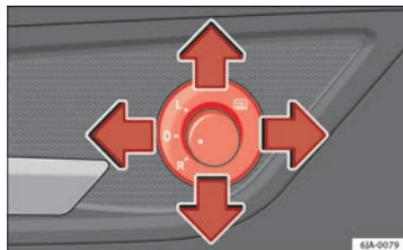

Fig. 68 Intérieur de la porte : commande circulaire
- Placez la commande circulaire sur la position ☰ ⇒ fig. 68.
- Placez la commande circulaire sur la position L ⇒ fig. 68. Les mouvements du miroir sont identiques à ceux de la commande circulaire.
- Placez la commande circulaire sur la position R ⇒ fig. 68. Les mouvements du miroir sont identiques à ceux de la commande circulaire. ▶